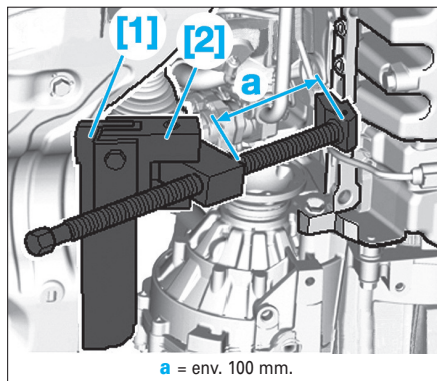

FIG. 24
- Pour la repose du support moteur droit, il est possible de pousser le moteur vers l'avant grâce aux outils [1] et [2] (Fig.24).